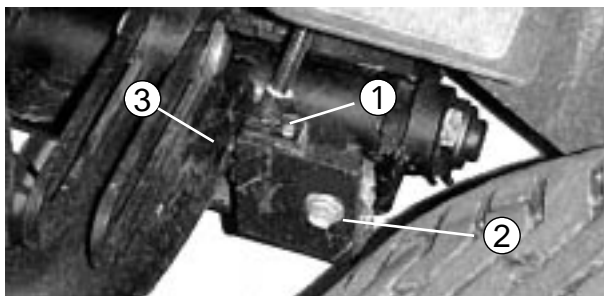

図 12
- ・ 4番（左前）の昇降アームにスイッチブラケットを固定しているキャリッジボルトナット（図12）をゆるめる。